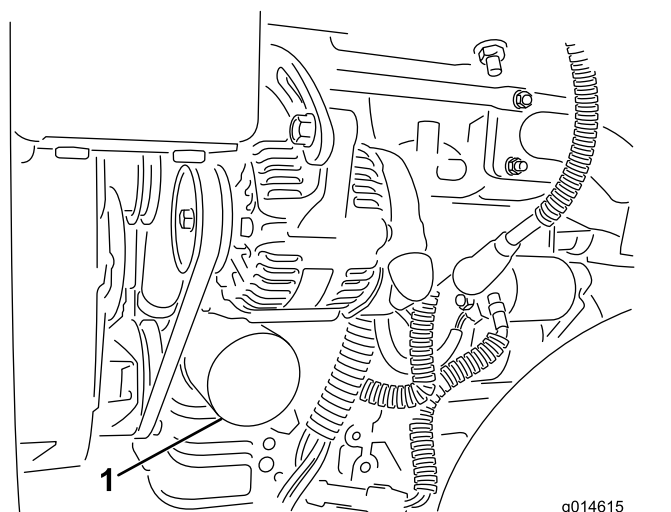

Figura 35
2. Togliete il filtro dell'olio (Figura 35). Spalmate un leggero strato di olio pulito sulla nuova guarnizione del filtro.